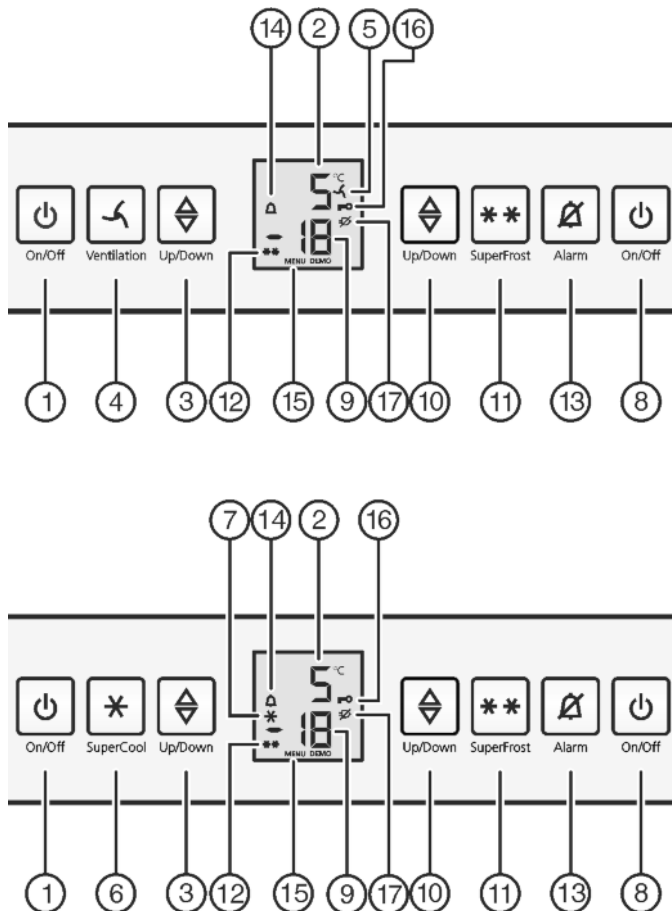

Fig. 2
- ▶ Nacisnąć przycisk On/Off zamrażarki Fig. 2 (8).
- ▶ Nacisnąć przycisk On/Off chłodziarki Fig. 2 (1).
- ▶ Aktywacja trybu regulacji: Nacisnąć i przytrzymać przycisk SuperFrost Fig. 2 (11) przez ok. 5 sekund.
- ▷ Na wskaźniku pojawia się symbol menu Fig. 2 (15).
- ▶ Krótko potwierdzić przyciskiem SuperFrost Fig. 2 (11).
- ▷ Na wskaźniku świeci symbol zabezpieczenia przed dziećmi Fig. 2 (16).
- ▶ Krótco wcisnąć przycisk On/Off zamrażalnika Fig. 2 (8).
- ▶ Krótco potwierdzić przyciskiem SuperFrost Fig. 2 (11).
- ▶ Symbol zabezpieczenia przed dziećmi Fig. 2 (16) gaśnie.
Jednocześnie miga wskaźnik temperatury i symbol Alarmu Fig. 2 (14).
Akustyczny sygnał ostrzegawczy milknie automatycznie, znika symbol Alarmu Fig. 2 (14) i wskaźnik temperatury przestaje migać, gdy temperatura będzie ponownie wystarczająco niska.
- ▶ Nacisnąć przycisk Alarm Fig. 2 (13).